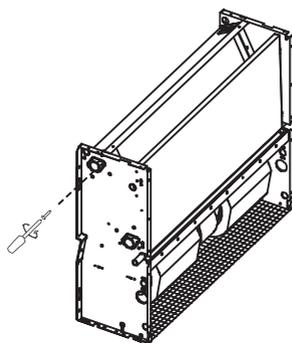

Рис. 3-14
- Система трубопроводов запускаемого фанкойла должна быть вакуумирована (см. Рис. 3-14)